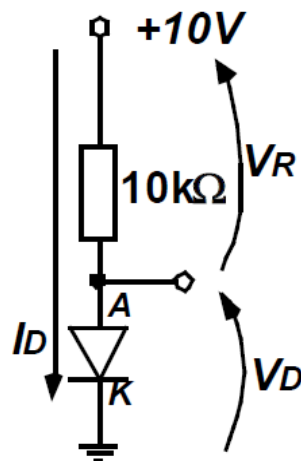

Figura 7: Montagem do diodo 1N4007 para simulação
Faça a simulação do circuito da Figura 7 e compare com os resultados experimentais obtidos no item 1 do relatório.